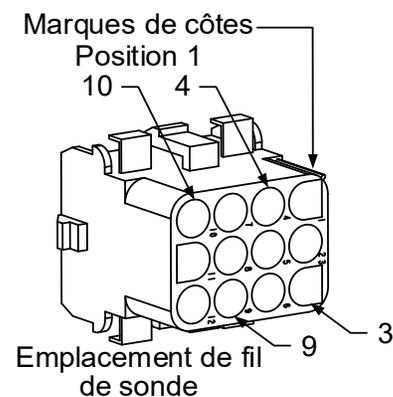

Figure 6
10. Insérer les fils de la sonde de température dans le connecteur C-6 à 12 broches (voir Figure 6). Pour les unités à cuve pleine ou la moitié droite d'une unité à double cuve (vue de l'arrière de la friteuse), le fil rouge (ou jaune) passe en position 3 et le fil blanc en position 4 du connecteur. Pour la moitié gauche d'une double cuve (vue de l'arrière de la friteuse), le fil rouge (ou jaune) passe en position 9 et le fil blanc en position 10. **REMARQUE : Droite et gauche** font référence à la friteuse vue de l'arrière.